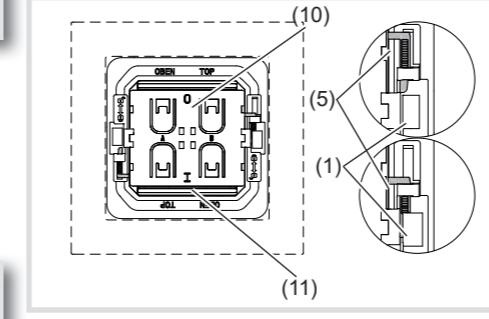

Figura 4: Berker Pulsante sbloccato e bloccato
- Montare la cornice (2) sulla piastra di supporto (6).
■ Posizionare il Berker Pulsante (3) sulla piastra di supporto tramite i perni di bloccaggio. Prestare attenzione ai contrassegni al centro del modulo - lo **0** deve stare in alto (10) e **I** deve stare in basso (11).
■ Far scorrere le barre di bloccaggio gialle (5) a destra e a sinistra del Berker Pulsante verso l'alto/basso fino alla battuta sotto ai perni di bloccaggio (1) (figura 4).